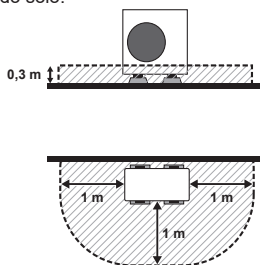

Fig. 3-3
(2) Quando instalada num local com abertura em 3 superfícies (em frente a uma parede de um edifício) (Fig. 3-3)